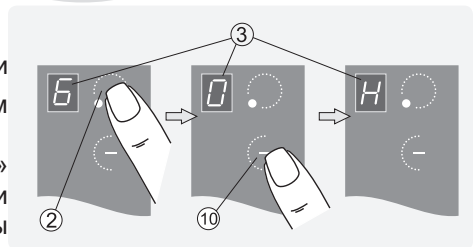

Рис.10
1. Работаящую конфорку перевести касанием зоны ^② в режим управления (рис. 10).